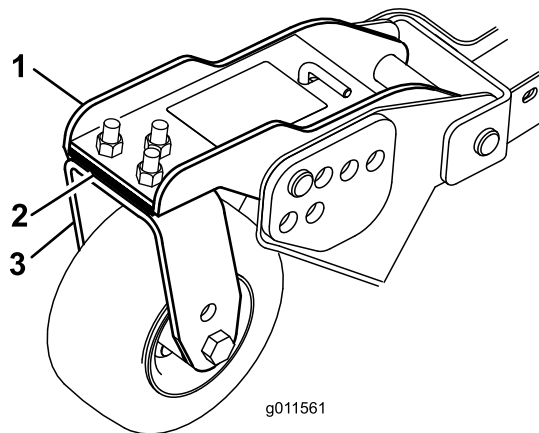

図 82
1. キャスタアームをキャスタフォーク固定しているキャップスクリューとナットを外す 図 82。